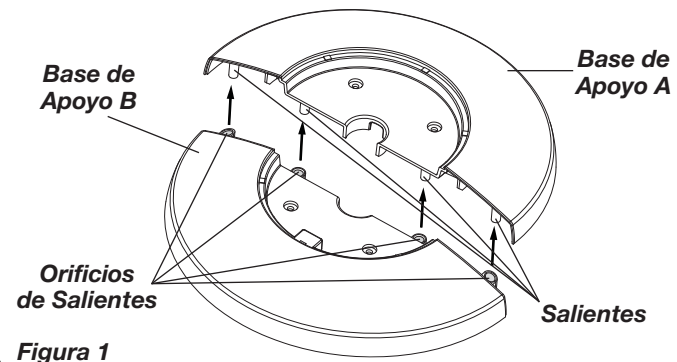

Figura 1
2. Arme las **Bases de Apoyo** interconectando las **Salientes** en la **Base de Apoyo A** dentro de los **Orificios de Salientes** en la **Base de Apoyo B**. Introduzca el **Cable Eléctrico** a través del orificio grande en el centro de la **Montura de la Base de Apoyo**. (Figura 1)